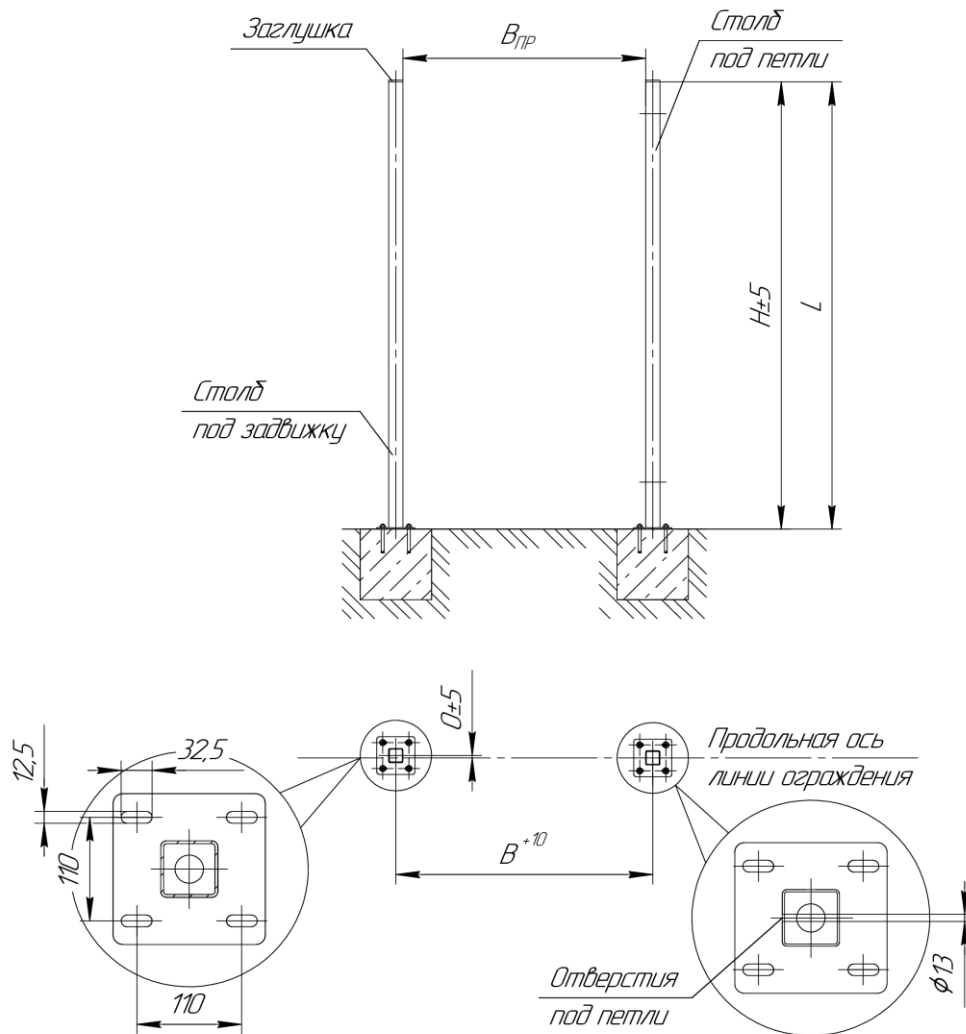

Рис. 2. Установка столбов
4.3.1.1. Установить столбы в проектное положение, учитывая сторону открывания калитки (правое или левое открывание), при этом столб под петли развернуть так, чтобы оси отверстий для установки петель были параллельно оси линии ограждения (рис. 2).
ВНИМАНИЕ! При установке столбов выдержать расстояние Впр в соответствии с таблицей 2 и рис. 2.